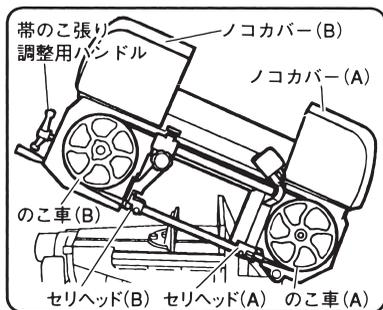

図 20
(1) ノコカバー(A)およびノコカバー(B)を上方に開きます。(図 20)
(4) 帯のこ張り調整用ハンドルを反時計方向にまわし、のこ車(B)をのこ車(A)方向に移動させます。(図 20, 22)
(5) 帯のこをフレーム上方側よりさし込み、さらにのこ車(A), のこ車(B)の順にかけてください。(図 20)
(11) ノコカバー(A)およびノコカバー(B)を下方に閉じます。(図 20)
(12) 電源プラグを電源にさし込みます。
(13) 電源スイッチを入れ、運転スイッチを押して、帯のこが異常なく回転することを確認してください。